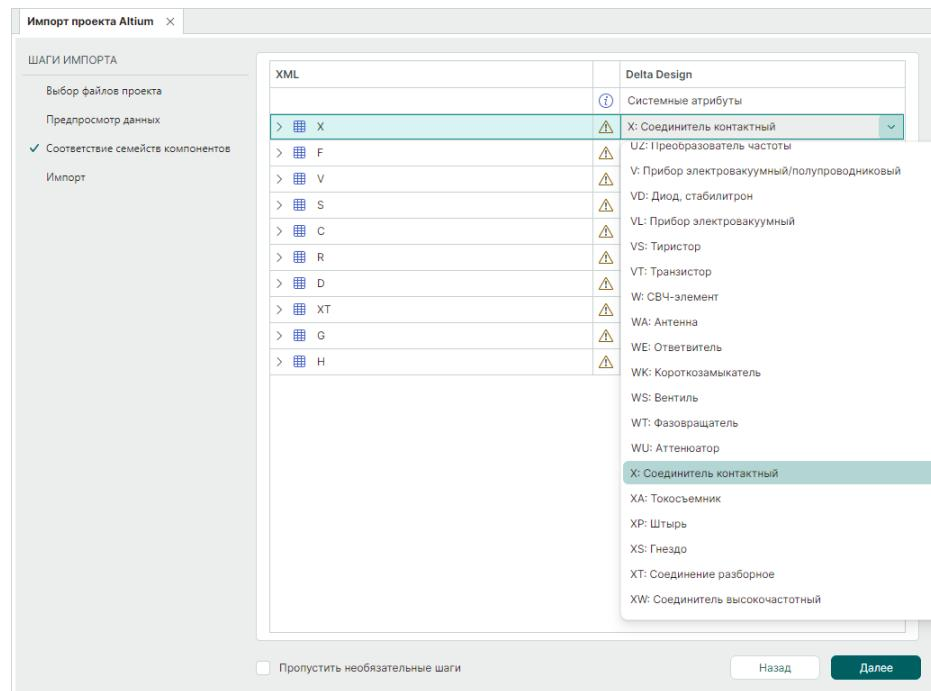

Рис. 20 Сопоставление атрибутов
3. На этапе «Соответствие семейств компонентов» в таблице соответствия атрибутов импортируемых компонентов выполните сопоставление для импортируемых компонентов, задав им соответствующие системные атрибуты при наличии, см. Рис. 20.